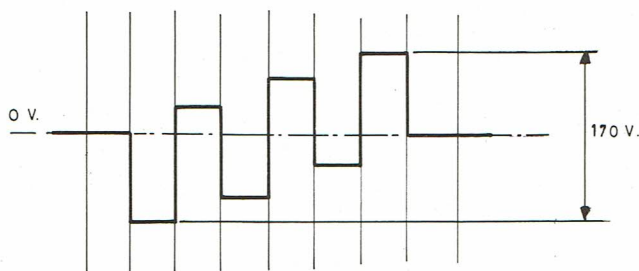

FIG. 10
3. la symétrie par L 513 (voir fig. 10).